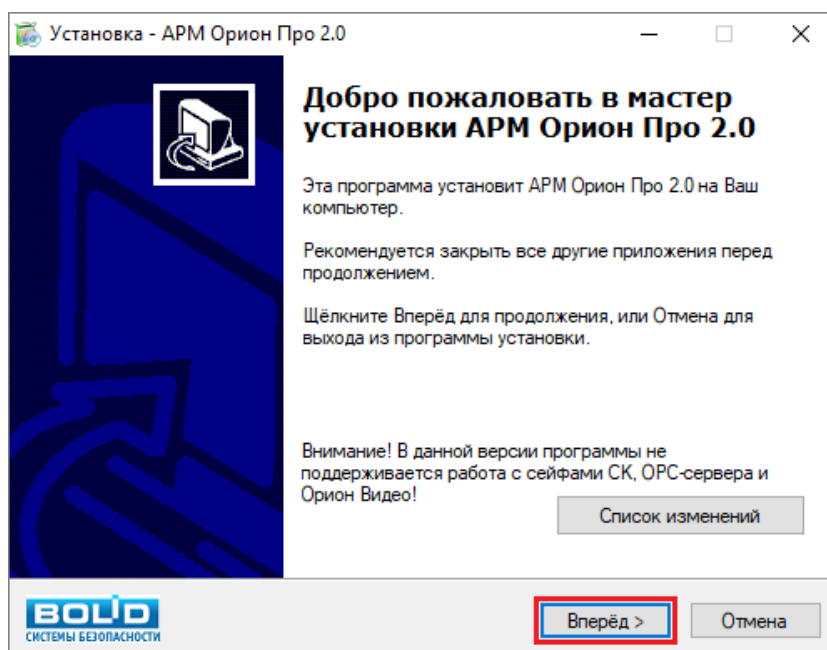

Рисунок 2-24 Стартовое окно Мастера установки ПО
- 3) В открывшемся стартовом окне Мастера установки ПО нажмите кнопку «Список изменений», чтобы ознакомиться со списком исправлений и дополнений, сделанных в текущей версии ПО. Для продолжения нажмите кнопку «Вперёд» (см. Рисунок 2-24);